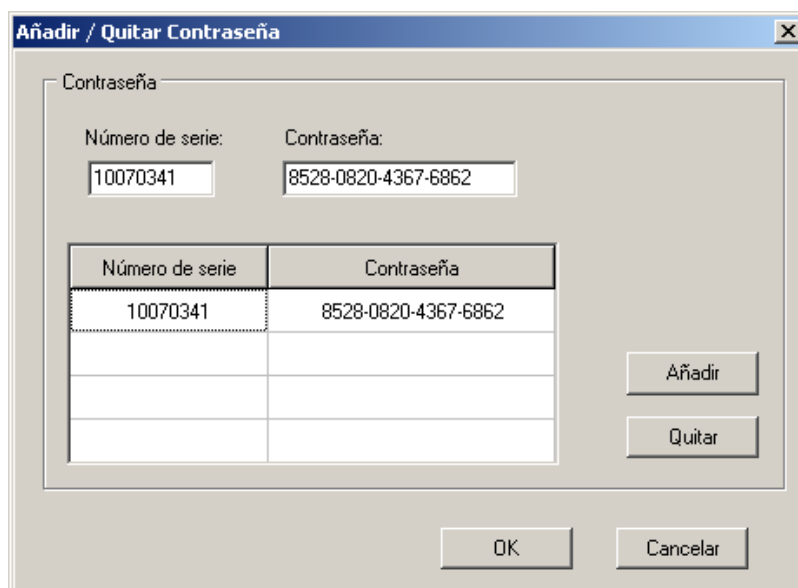

Fig. 36: Inserción contraseña inicial
7. Seleccione el comando “**Config → Contraseña...**”, inserte el número de serie del instrumento y el password (indicada sobre la etiqueta del CD-ROM incluido en dotación) y confirme con “Añadir” (vea Fig. 36)